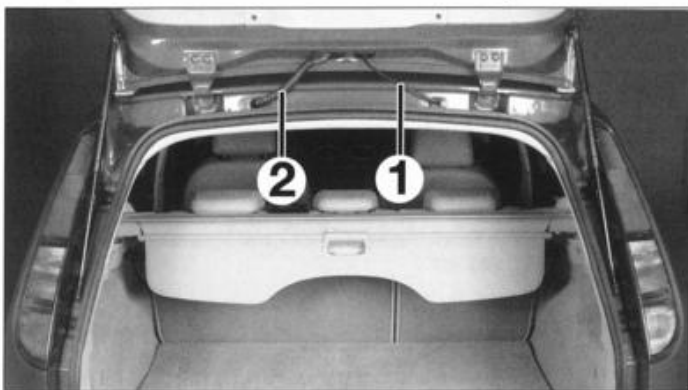

FIG. 69
- el tubo de lavaparabrisas (1) (fig. 69).
- el conector (2).